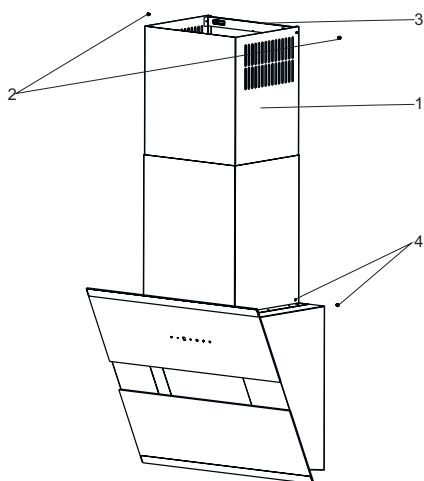

Fig. 9
Indvendig og udvendig skorsten sættes ind i hinanden (Fig. 9).
- Vægbeslaget til skorstenen (6) holdes hen mod væggen der hvor den skal placeres. Herefter markeres punkterne E & F(Fig. 9).
- Bor punkter E og F med Ø 6 mm bor, og sæt Ø 6 mm rawlplugs. Monter vægbeslaget til skorstenen med 3,9x22 skruer(Fig. 9).
- Træk nu den indvendige skorsten op mod loftet. Fastgør denne med 2 skruer på siderne i toppen(Fig. 9).